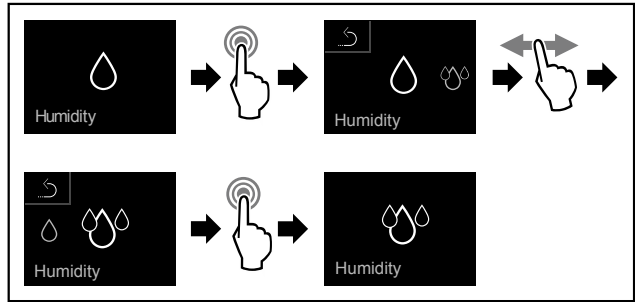

Fig. 69
- ▶ Провести етапи операцій (див. Fig. 69) .